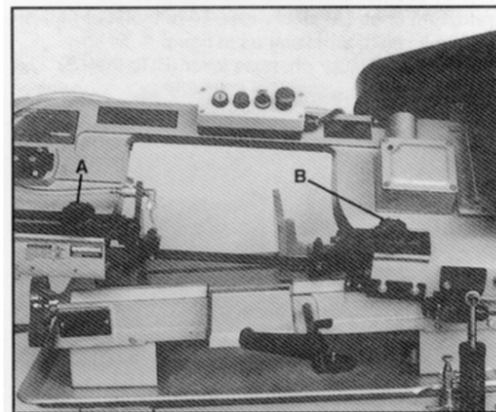

Fig. 6
2. Draai knop A en B (Fig.6) los. Schuif het zaaggeleidermechanisme zo dicht mogelijk tegen het materiaal zonder het zagen te belemmeren.